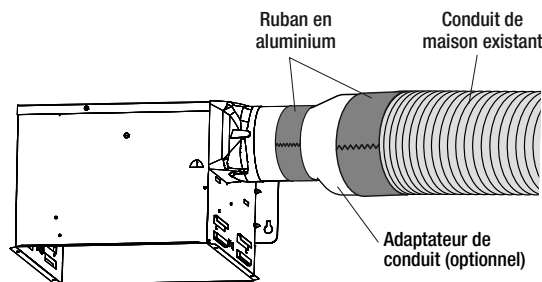

Fig. 14
- Lorsqu'un raccord de conduit flexible ou un adaptateur de conduit est utilisé, placer du ruban en aluminium à chaque extrémité pour fixer le raccord ou l'adaptateur au conduit existant et au clapet du ventilateur. Voir la figure 14.